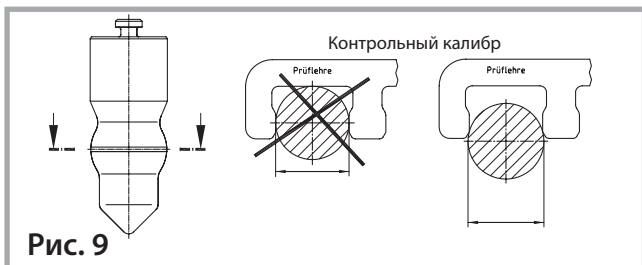

Рис. 9
- Диаметр выпуклой части шкворня не должен быть меньше **55 мм.** Если он меньше, то шкворень подлежит замене (см. рис. 9). Комплект контрольных калибров (ROE 71354)